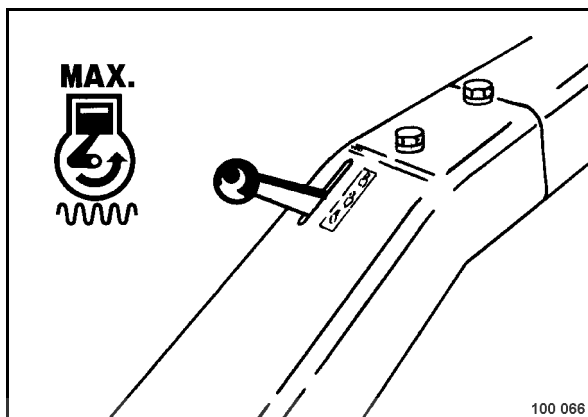

fig. 22
- Positionner le levier de réglage du régime (fig. 22) sur "MAX".